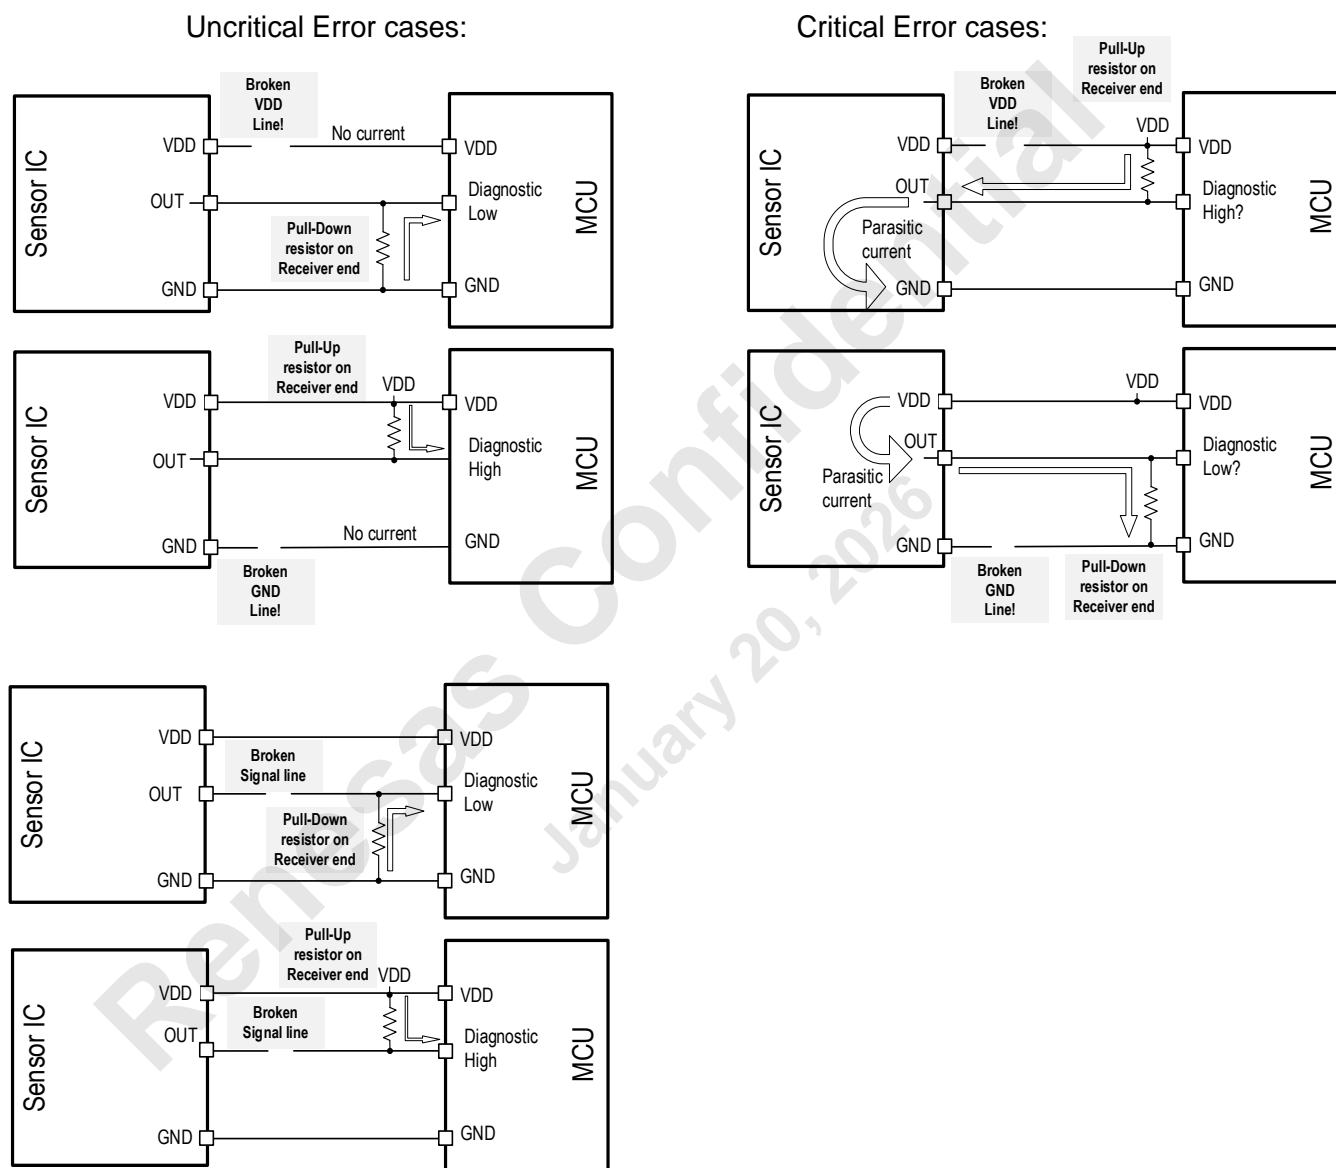
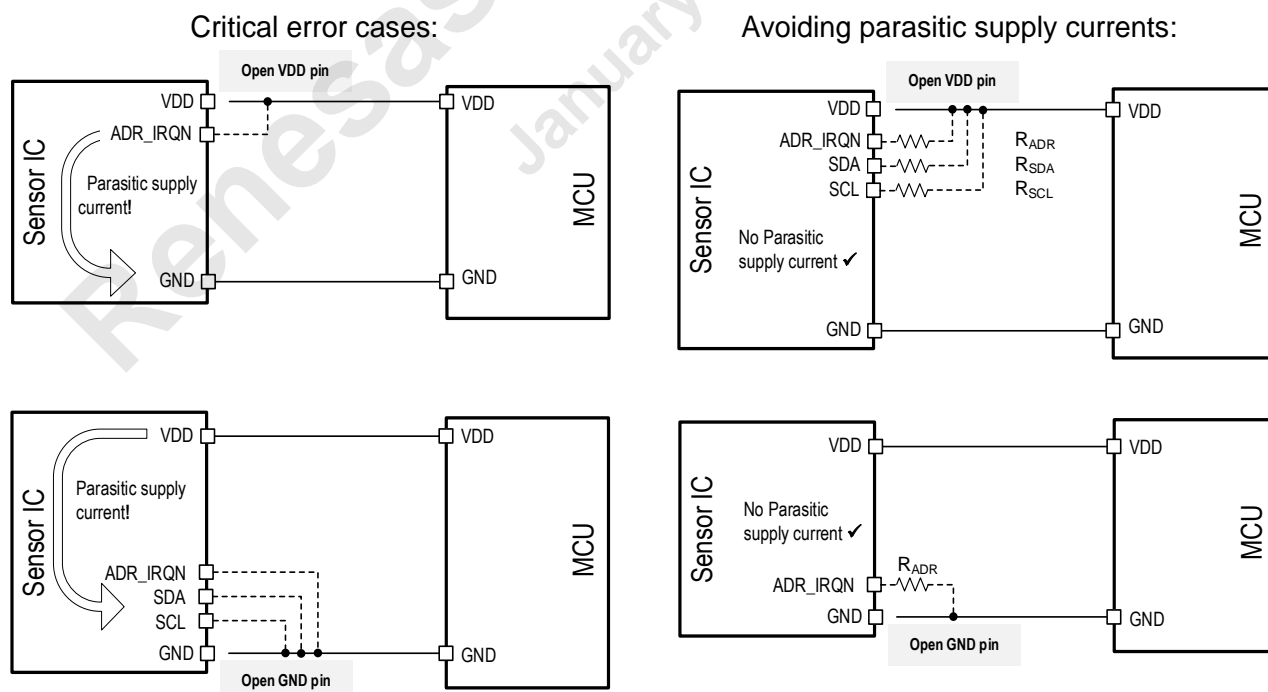

図 25 VDD または GND ラインの断線によるアナログ出力の寄生電流
図 26 ADR\_IRQN 端子、SDA 端子、SCL 端子の寄生電流
電源、グランド、またはアナログ出力の断線のほとんどはアナログ出力端子の DC 電圧をモニタすることにより容易に検出可能です。図 25 左列の図を参照してください (OUT は SIN\_SCL、SINN、COS\_SDA または COSN です)。診断エラーまたは信号線断線の場合、影響を受けた端子の DC 電圧は外付けのプルアップ抵抗またはプルダウン抵抗により診断範囲 (diagnostic high または diagnostic low) へ引き込まれます。
- 受信側に外付けプルアップ抵抗が有る場合の VDD の断線 (図 25 右上の図参照):
- 受信側に外付けプルダウン抵抗が有る場合のグランド配線の断線 (図 25 右下の図参照):
VDD または GND 端子がオープンの場合、ADR\_IRQN または SDA、SCL が VDD または GND に直接接続されている場合に寄生電源電流が流れる可能性があります (図 26 の Critical error cases 参照)。このような寄生電源電流を避けるには、図 26 の Avoiding parasitic supply currents に示すように、これらの端子を VDD または GND に抵抗を介して接続します。RADR、RSDA、RSCL の値は表 14 を参照してください。
<p>p.31 図 15,図 14: SCL の接続変更</p> <p>p.32 セクション 15.2: 電源電圧の表記を <math>3.3V \pm 10\%</math> または <math>5.0V \pm 10\%</math> から、<math>3.3V \pm 0.3V</math> または <math>5.0V \pm 0.5V</math> に変更</p> <p>p.32 セクション 15.3.1: 説明と表の追加</p> <p>p.32 図 17: 抵抗と抵抗値の表記変更</p> <p>p.33 セクション 15.3.2: 参照する図の変更と表の追加</p> <p>p.17 図 18: 抵抗値の表記変更</p> <p>p.34 図 19: 抵抗値の表記変更</p> <p>p.34 図 20: 抵抗値の表記変更</p> <p>p.36 図 22: 抵抗値の表記変更</p> <p>p.36 セクション 17: 図 22 の下の注記の修正</p> <p>p.37 セクション 17.1: 動作電源電圧の記載を <math>3.3V \pm 10\%</math> または <math>5.0V \pm 10\%</math> から、<math>3.3V \pm 0.3V</math> または <math>5.0V \pm 0.5V</math> に変更</p> <p>p.37 表 22: Supply voltage range のプログラムオプションの記載を <math>3.3V \pm 10\%</math> または <math>5.0V \pm 10\%</math> から、<math>3.3V \pm 0.3V</math> または <math>5.0V \pm 0.5V</math> に変更</p> <p>p.40 セクション 18.2.1.2: 説明文の修正、追加</p> <p>p.41 図 25: タイトル修正</p> <p>p.42 表 24: 参照する図の明記</p> <p>p.42 表 25: 参照する図の明記</p> <p>p.42 セクション 18.2.1.2: 説明文修正</p> <p>p.42 図 26: 対象端子の追加、抵抗値の表記変更</p> <p>p.44 表 26: Output buffer failure の Temporary タイプの説明修正、Static タイプの追加</p> <p>p.45 セクション 18.5: <math>C_T</math> の参照先追加</p> <p>p.48 セクション 24: 章名、表内の「注文」を「発注」に変更</p>